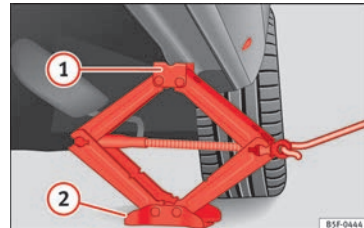

Fig. 74 Larguero: colocación del gato del vehículo.
- Gire el gato*, situado bajo el punto de apoyo del larguero, para elevarlo hasta que la pestaña ① »» **fig. 74** quede situada bajo el alojamiento previsto.
- Alinee el gato* de modo que la pestaña ① “agarre” en el alojamiento previsto del larguero y la placa base móvil ② quede apoyada en el suelo. La placa base ② debe caer en la vertical respecto al punto de apoyo ①.